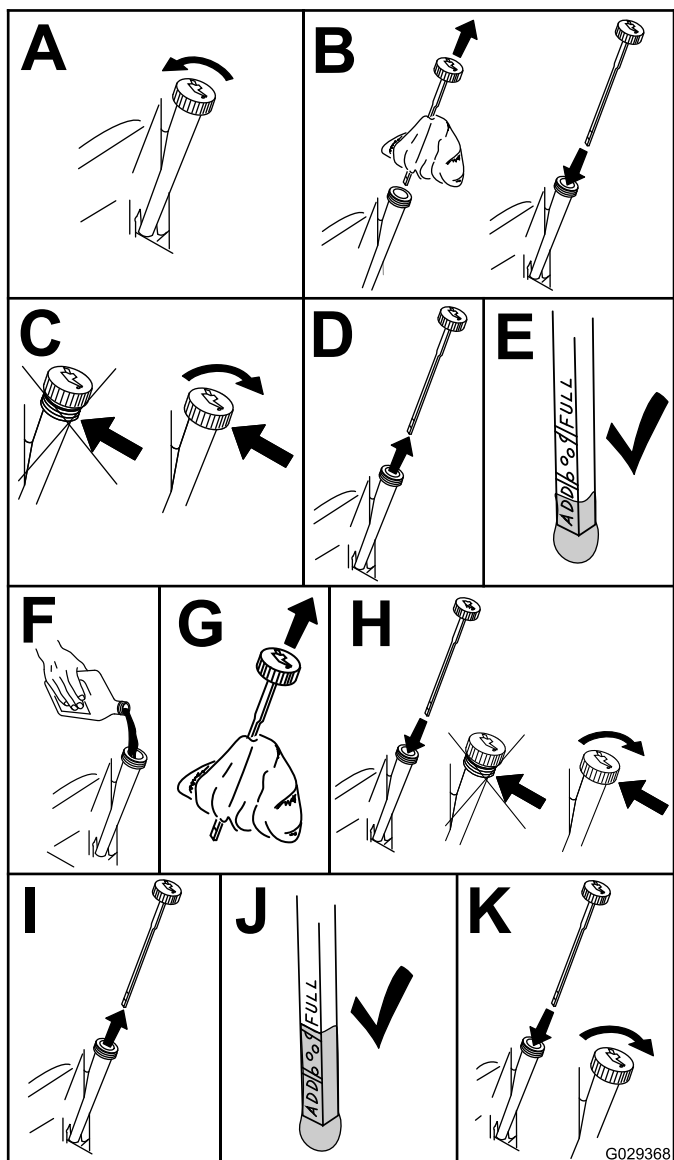

Figura 35
4. Verifique o nível de óleo do motor (Figura 35).